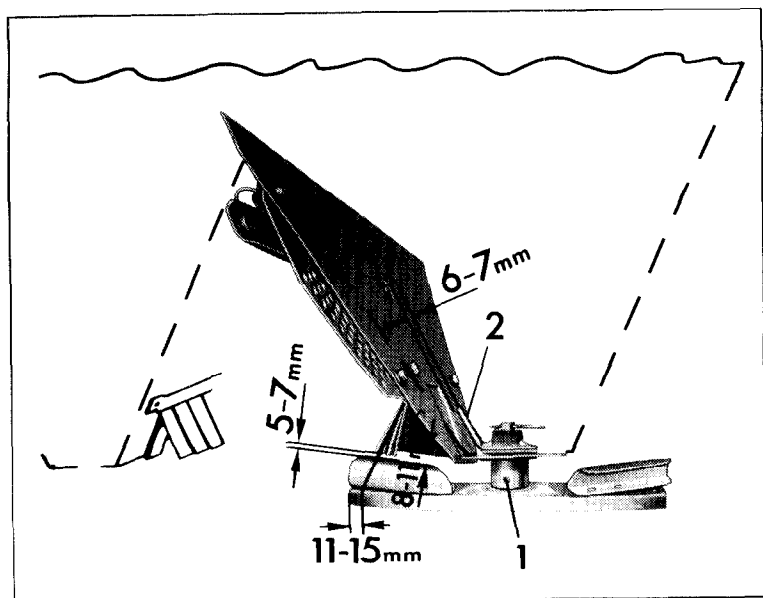

Fig. 11
- 4.2 **Regelmatig de afstand** (6 - 7 mm, fig. 11) tussen de **trechterwand** en de **roerdervinger controleren**. De roerdervingerpunten eventueel verbuigen. Te sterk gesleten roerderkopen vernieuwen.
De holle buispen (fig. 11/1) onder in de voorraadtrechter er uit slaan. De roerderkop aftrekken en "rechts" of "links" kenmerken. Wanneer geen speciale trekker voor de roerderkop aanwezig is, dan is het aan te bevelen met een beitel in elke kop een inkerving in de omgeving van de holle buispenboring en aan de tegenoverliggende kant in te slaan, om daardoor de bus van de roerderkop op te rekken. Aansluitend wordt door en beitel te drijven in de spleet tussen de onderkant van de roerderkop en bovenkant van de strooischtel, van de roerderkop en van de huls van de strooischtel iets afgeschoven. Een tweede beitel of iets dergelijks wordt nu als hefboom onder de eerste gestoken, om het aftrekken van de roerderkop te verlichten. In geen geval mag geprobeerd worden, door verwarmen met de lasvlam het aftrekken van de roerderkop en de strooischtel te verlichten, omdat in dit geval de strooischtel krom kan trekken en de aandrijfkast beschadigd wordt. Bij inbouwen van de nieuwe roerderkop dient men onvoorwaardelijk op de draairichting te letten. De roervingers zijn met een speciale slijtvaste "opleglas" voorzien, die steeds in draairichting gezien, voor moet liggen. De roervinger moet bovendien aan de kunstmestdoseeropening een afstand van 6 tot 7 mm hebben (fig. 11/2) en de roerderkop mag niet op de trechterbodem aanslijpen. Roerderkop en strooischtel met dubbele holle buispen borgen. De roervinger moet tegenover de korte schoep of de boring in de schotelrand staan.
Hiertoe de roerderkoppen, zoals onder 6.1, verwijderen. Bevestigingsbouten van de aandrijfkast losdraaien en de afschermplaat demonteren. Na het uitnemen van de aandrijfkast de strooischtels (zo mogelijk met een speciale AMA-ZONE-trekker) eraf trekken, waarbij "rechts en links" een kenteken moet krijgen. Een nieuwe aandrijfkast met uitgezette strooischtels gebruiken en vast schroeven. De roerderkop zoals onder 6.1 beschreven, inbouwen. De montage maten van de flens controleren (zie fig. 11).